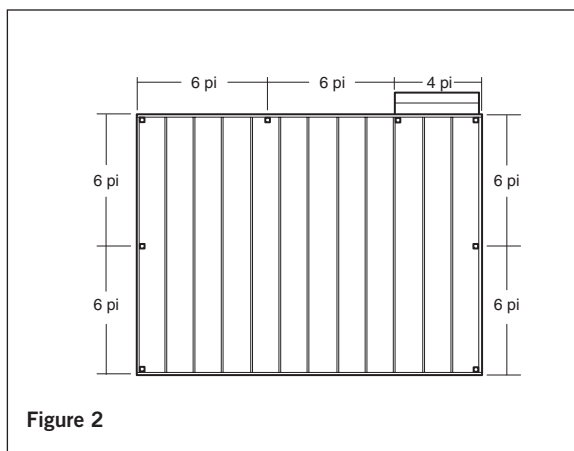

Figure 2
Étape 1 : Déterminez le nombre de poteaux de traverse nécessaires pour votre terrasse. Leur espacement devrait être de 6 pi centre-à-centre. Exemple : une terrasse de 12x16 attachée à un édifice avec une ouverture d'accès de 4 pi d'un côté exigera en tout huit poteaux (figure 2).